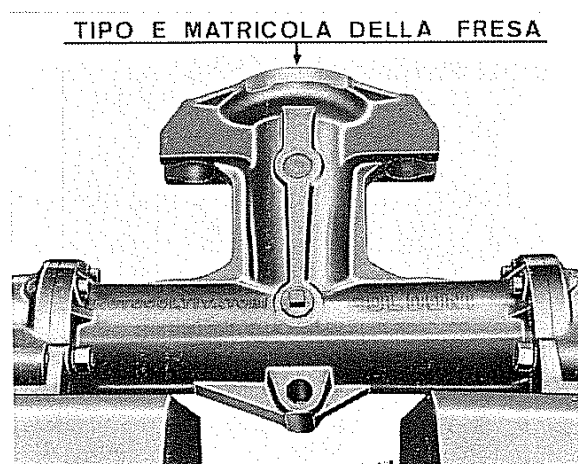

Fig. 4
**N.B.** - Sia il tipo che il numero di matricola della fresa si trovano stampigliati nel punto indicato dalla freccia in fig. 4.